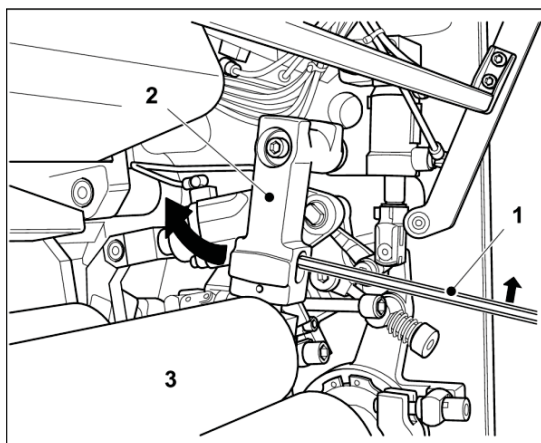

図 27 インキローラ8の取り外し
Tレンチ(図27/1)を両側のローラロックの穴に差し込みます。
3. ローラロック(図27/2)を印刷機内に向けます。これでジャーナルボックスに手が届くようになります。
4. インキローラ(図27/3)を印刷ユニットから取り出します。